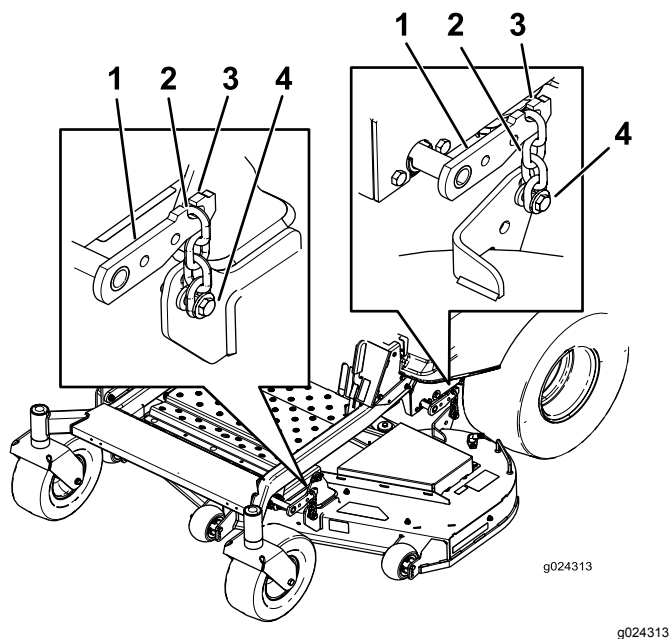

Figura 75
3. Retire as correntes dos ganchos nos braços de elevação da plataforma (Figura 75).
6. Eleve a traseira da plataforma do cortador e instale as correntes nos braços de elevação traseiros (Figura 75).
7. Instale as correntes frontais nos braços de elevação frontais (Figura 75).